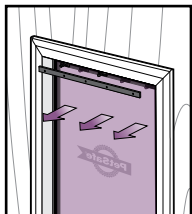

FIG. 14
2. Retirez la barre et le battant en vinyle (**Fig. 14**).